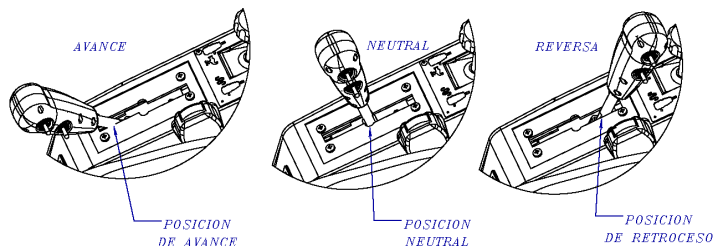

Figura 22. Palanca de Avance-Reversa
1. Para hacer que el rodillo se mueva hacia adelante, mueva la palanca de avance-reversa hacia adelante como se muestra en la Figura 22.